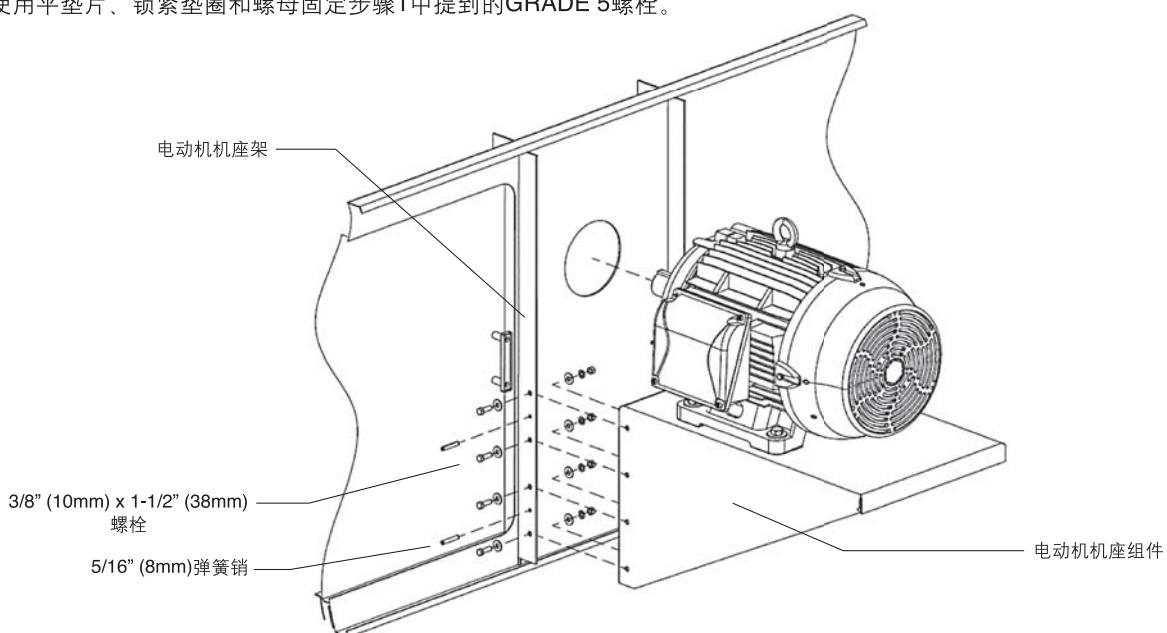

图21 - 应用于齿轮传动的外置式电动机的安装
2. 除了GRADE 5螺栓外，请在电动机机座组件的两侧各安装2个5/16" (8mm)的弹簧销，如图21所示。